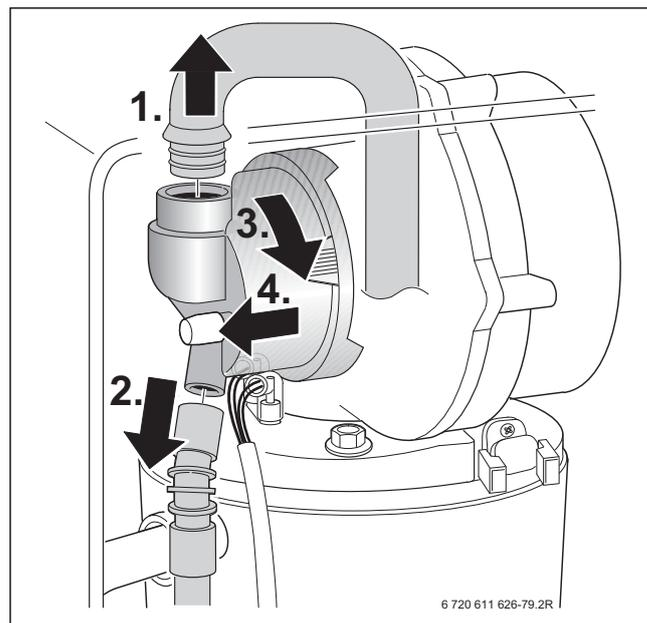
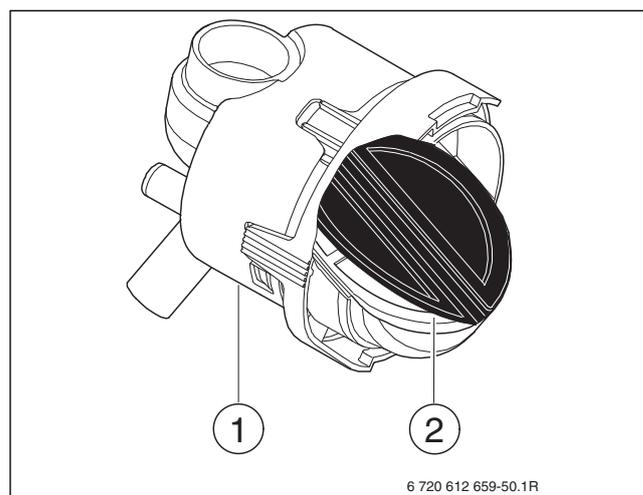

Fig. 73
Fig. 81
- ▶ Démontez le tube d'admission d'air et retirez le tuyau à gaz du dispositif de mélange, → figure 73.
- ▶ Démontez le mélangeur (fig. 81, [1]) comme indiqué sur la figure 73, pag. 47.